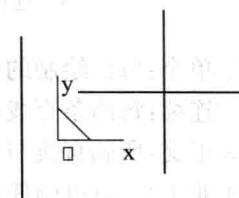

图 2-1-16 水平/铅垂线
- (6)水平/铅垂线:生成给定长度的平行或垂直于当前平面坐标轴的直线,如图 2-1-16 所示。